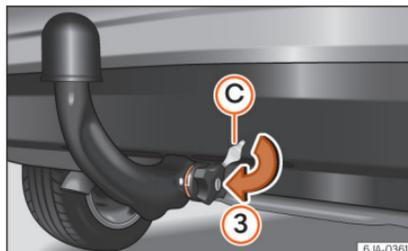

Abb. 237 Aufsetzen der Schlossabdeckung
- Schließen Sie das Schloss des Handrändelrads, indem Sie den Schlüssel (B) bis zum Anschlag in Pfeilrichtung (1) nach rechts drehen – der Pfeil auf dem Schlüssel zeigt auf das Symbol „Schloss geschlossen“.
- Ziehen Sie den Schlüssel in Pfeilrichtung (2) ab.
– Setzen Sie die Abdeckung (C) in Pfeilrichtung (3) auf das Schloss des Handrändelrads » Abb. 237.